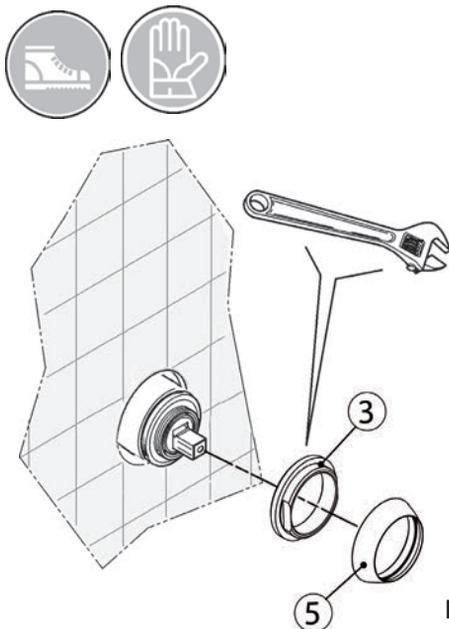
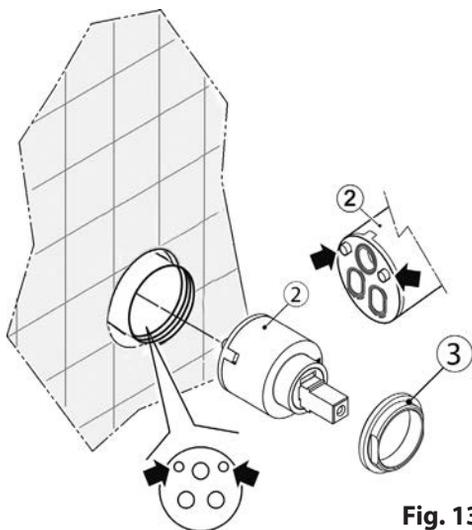
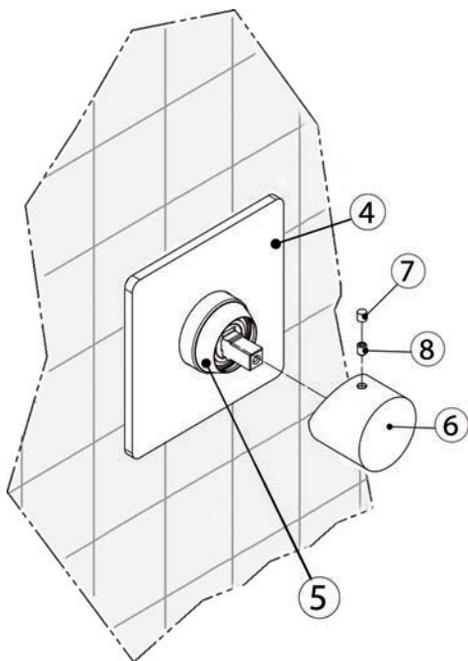

Fig. 12
Fig. 13
Fig. 15
- Затем снимите наружную накладку (4), чтобы избежать возможных её повреждений во время работы; снять накладку на хомут (5) и зажимной хомут (3). (Рис. 12)
- Рекомендуем, предохранить зажимной хомут (3) и его накладку (5) от прямого контакта с гаечным ключом во время отвинчивания и последующей фиксации.
- Снять картридж смесителя (2) и очистить от возможных отложений и образований его местоположение; (Рис. 13)
- Вставить новый картридж смесителя (2), внимательно проследить, чтобы выступающие в основании штырьки точно вошли в предназначенные для них углубления. Надеть хомут (3) и зафиксировать.
- Надеть хомут (3) и закрепить; смонтировать наружную накладку (4); (Рис. 15)
- Установить накладку на хомут (5) и надеть приемно-выпускную ручку (6),
- Зафиксировать винтом (8) и закрыть заглушкой (7). (Рис. 15)